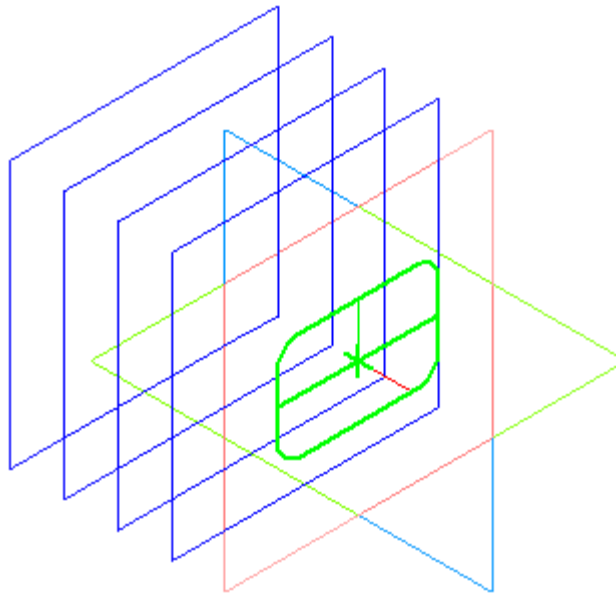

Рисунок 13
- Закройте эскиз. В окне модели появится его изображение (рис. 13).